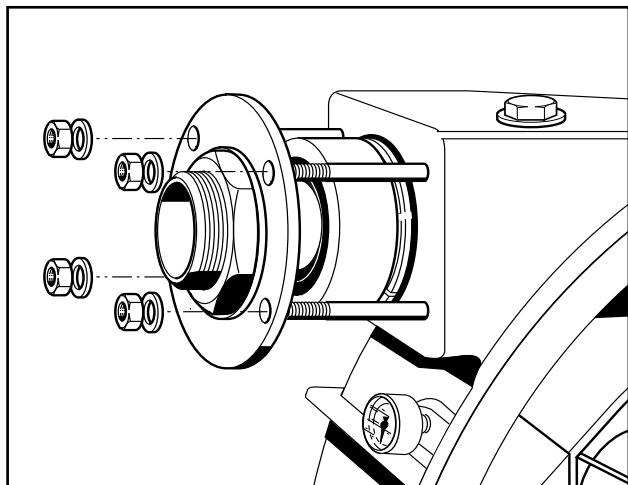

Fig. 28 Demontering tilslutningsstudser
5. Derefter fjernes underlagspladerne (fig. 28) ved at fødestrykket forringes eller der lægges yderligere underlagsplader ind ved at forøge fødestrykket. Når underlagsplader forandres, skal man være opmærksom på, at de forandres med samme mål under de to glidesko. Målene skal svare eksakt til tabellen (se nedenstående).